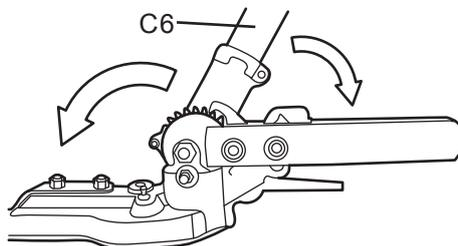

Fig. 19b
- Déplacer l'arbre de taille-haie (C5) avec l'autre main jusqu'à obtenir l'angle souhaité (voir Fig. 19b).